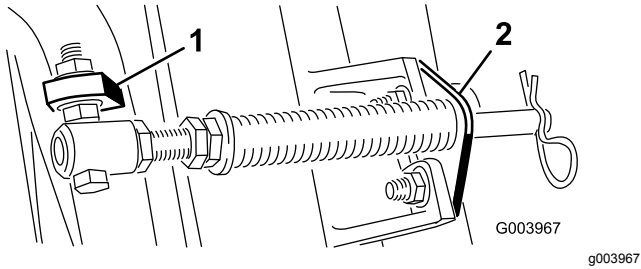

Figura 6
Nota: Coloque la cabeza del perno en el exterior de la pestaña, según se muestra en Figura 6.
D. Monte el soporte de la varilla en las pestañas de la unidad de corte con los pernos de cuello cuadrado y las tuercas (Figura 6).